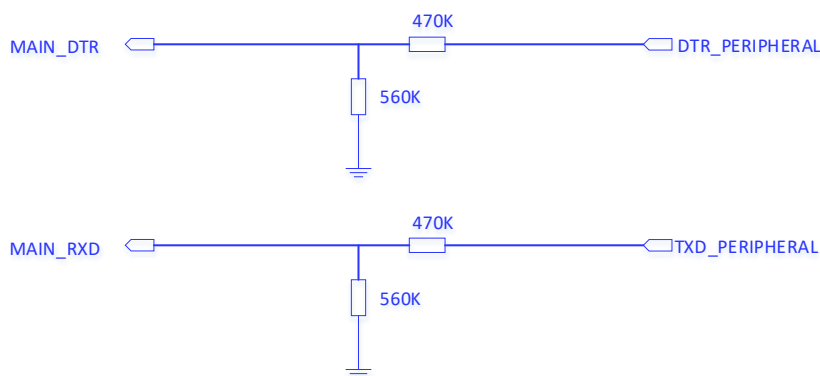

图 21: MAIN_DTR、MAIN_RXD 分压参考电路
- 1) 睡眠模式下, VDD_EXT 下电版本: MAIN_DTR、MAIN_RXD 请采用分压电路设计 (参考图 21), 或使用外部 1.8 V 替代 VDD_EXT。